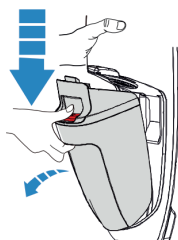

Fig. 5
- Para retirar el depósito de agua sucia, sostenga la unidad con una mano y presione el botón de liberación con la otra mano. Luego, extraiga el depósito (Fig. 5).